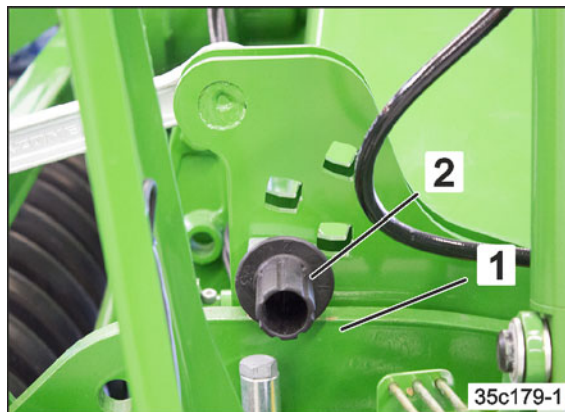

Рис. 103
1. С помощью гидравлической системы трактора поднимите агрегат на такую высоту, чтобы пальцы регулировки глубины (Рис. 103/2) поднялись с кронштейнов (Рис. 103/1).